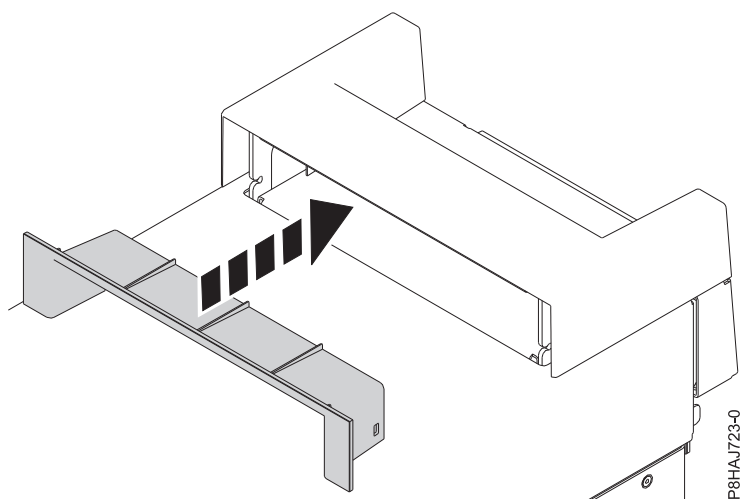

図 34. 8286-41A スタンドアロン・システムのハンドル・カバー内の断片の差し込み
2. ハンドル・カバーの断片をしっかりとハンドル・カバーに押し込んで、断片をハンドル・カバー内に差し込みます (54 ページの図 34 を参照)。